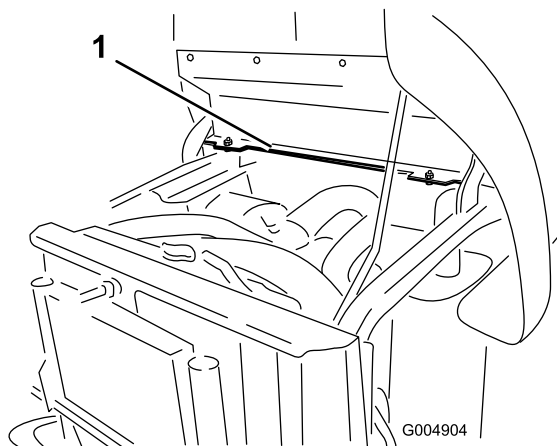

Figura 14
8. Localice los 2 taladros de montaje en el lado izquierdo del soporte del bastidor trasero (Figura 14).